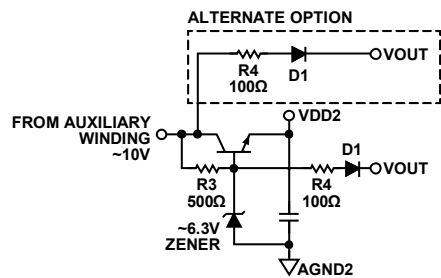

図 17. ヒカップ・モードを確保するための推奨回路
- VDD2 が補助巻線または別の構成で給電される場合、出力端子で短絡が発生しても、補助巻線は短絡せず、VDD2 UVLO 閾値を超える正の電圧を維持します。ヒカップ・モードに入るための推奨回路を図 17 に示します。この回路は以下のように動作します。短絡によって出力電圧が低下すると、D1 ダイオードがオンになり、バイポーラ接合トランジスタ (BJT) のベースがローになって、VDD2 がシャットオフされます。その後、リモート・システム・リセットのセクションで説明するように、システムはヒカップ・モードに入ります。